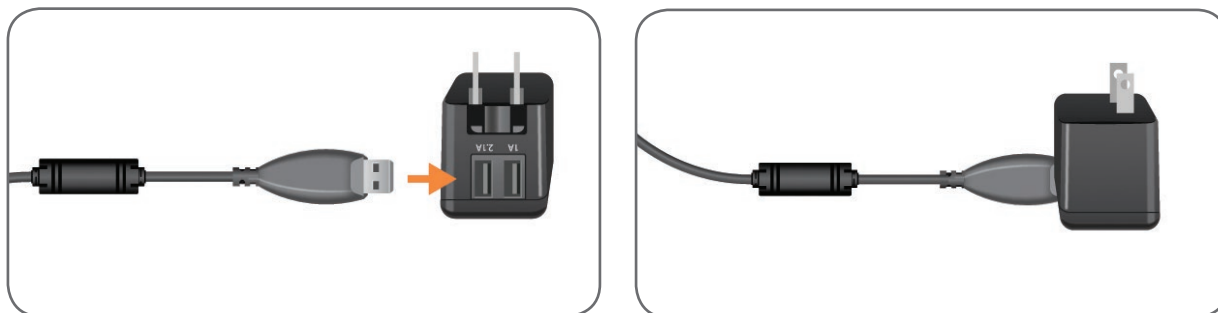

Ilustración 4-6: Inserción del cable de carga USB en el adaptador de CA
2. Inserte el extremo USB del cable de carga magnético en cualquiera de los dos puertos USB disponibles en el adaptador de CA. Si va a cargar tanto la banda de EF de la parte inferior de la pierna como la banda de EF del muslo, conecte un cable de carga USB adicional al adaptador de CA. Consulte la ilustración 4-6.